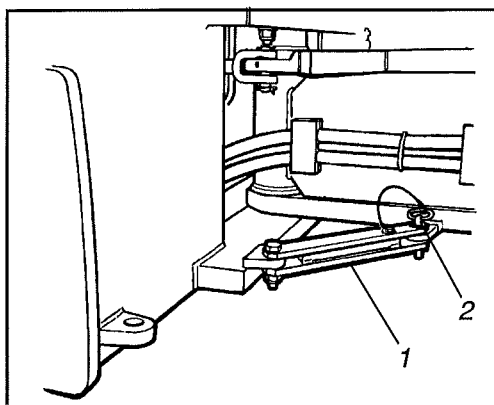

Fig. 27 Articulation côté gauche
Avant de soulever le rouleau, l'articulation centrale doit être bloquée contre toute éventualité rotation voir fig 27. Mettre le volant de direction en position de marche avant droite, abaisser le bras de blocage (1) et passer le tenon de blocage (2) dans le cadre avant de la machine en même que le bras de blocage.